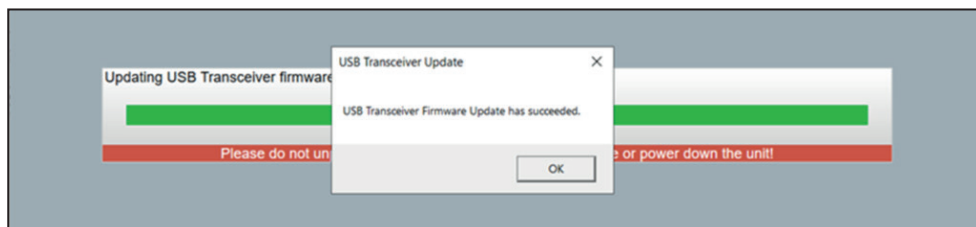

Figura 61. El mensaje de éxito de la actualización del firmware del transceptor USB.
**PASO 4.** Cuando la actualización se haya completado, aparecerá un cuadro de diálogo con un mensaje de éxito. Haga clic en el botón **OK**. Véase la Figura 61.